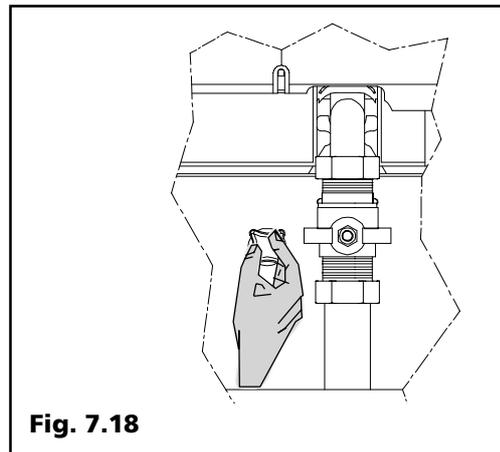

Fig. 7.18
7.3 Controllo (Fig. 7.18 - 7.19)